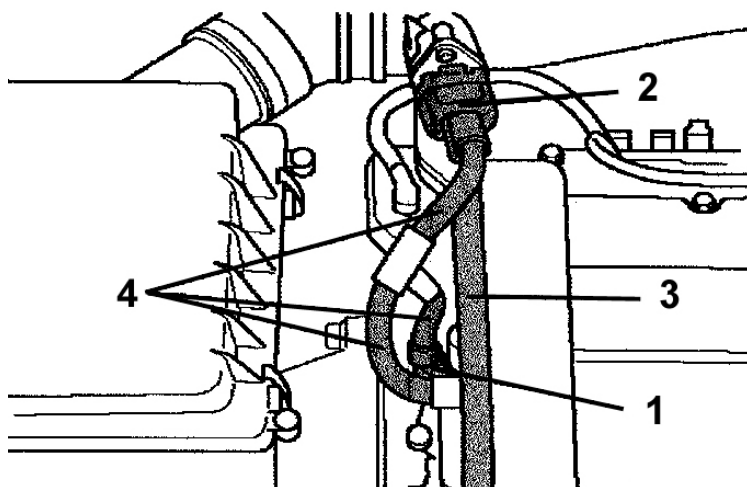

Figure 1
- Retirer le connecteur du capteur de température (voir figure 1, point 1) et du débitmètre massique d'air (voir figure 1, point 2).
- Enlever la gaine en caoutchouc et le ruban isolant du faisceau de câbles (voir figure 1, point 4).